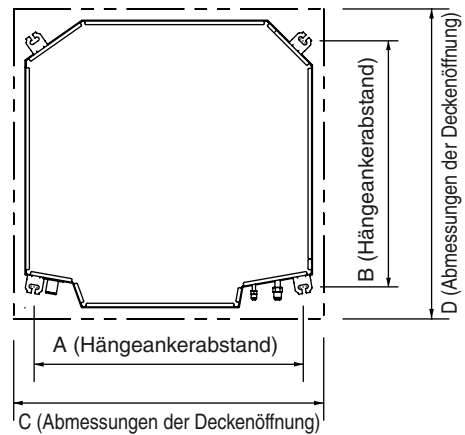

Abb. 3-33
(2) Die Löcher in der Decke Abbildung 3-33 und Tabelle 3-2 gemäß herstellen.